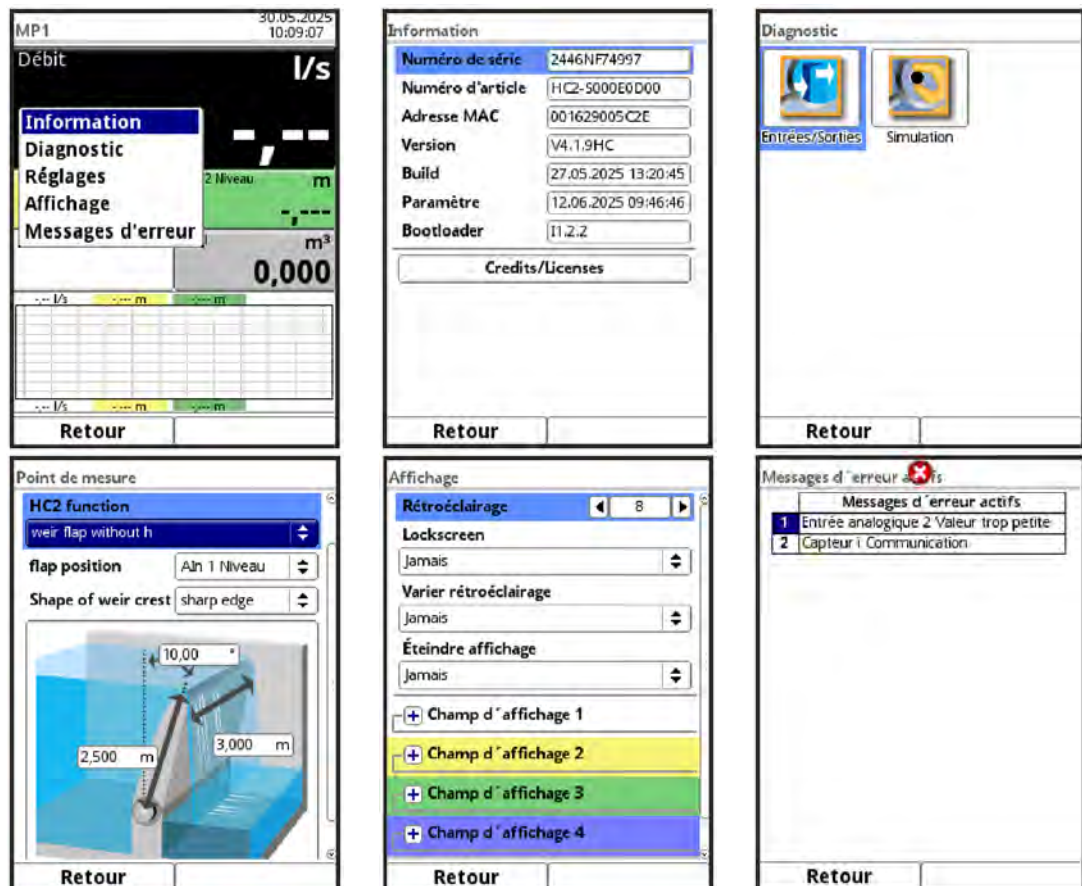

Fig. 28-1 Débit : menu pop-up et pages de menu
- Date (alternativement 1, 2, 3 etc. ; voir Fig. 28-1)
- Heure (alternativement 1, 2, 3 etc. ; voir Fig. 28-1)